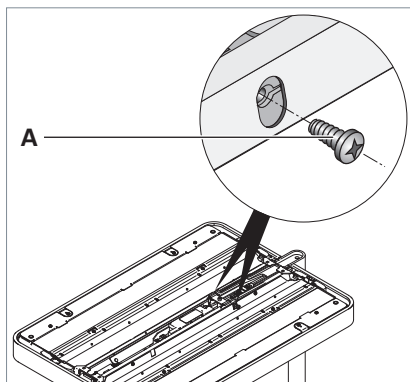

Fig. 17: Rimozione del fissaggio.
- Sfilare le due viti di fissaggio **A**, vedi Fig. 17.